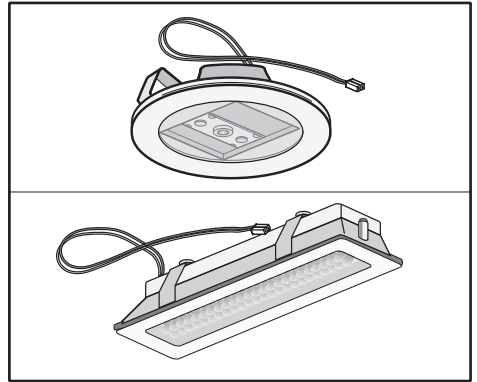

Fig.7
• **Sostituzione delle lampade LED (Fig.7):**